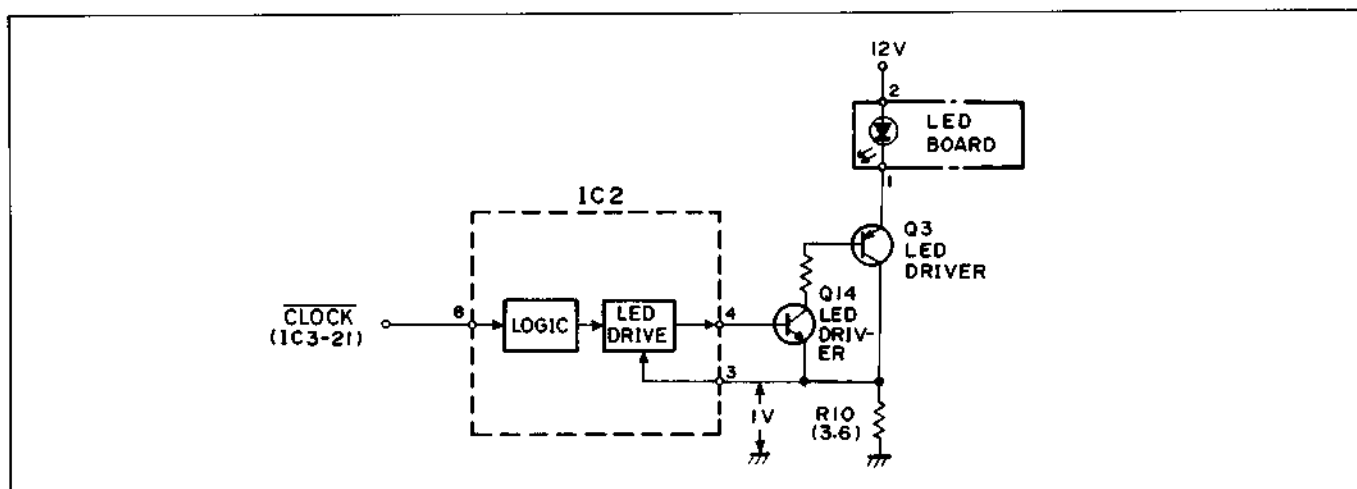

Abb. 2-27 Treiberkreis der Infrarot-Leuchtdiode
3.5 Infrarot-LED-Treiberkreis (Abb. 2.27)